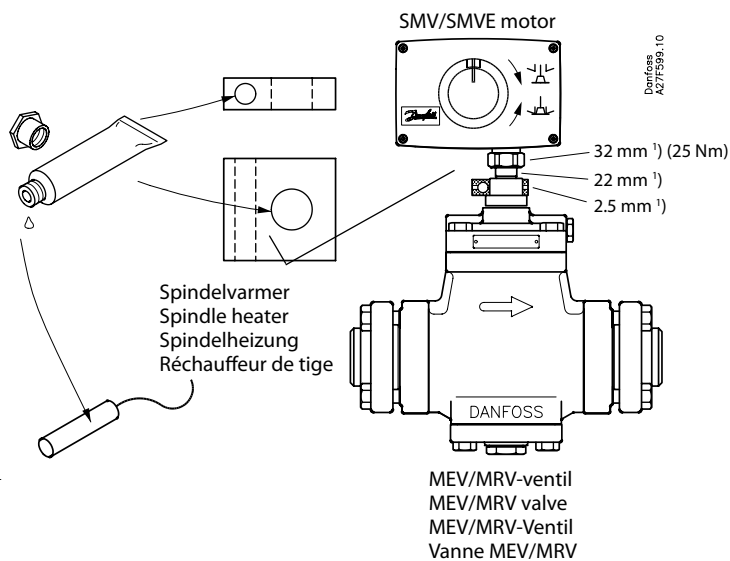

Fig. 1
Rimuovere le 4 viti M6 (pos. 1, fig. 1).
Pos. 2, fig. 1 fjernes, pos. 1, fig. 1 forbliver iskruet.
Remove pos. 2 fig. 1, pos. 1, fig. 1 remains screwed.
Pos. 2, Abb. 1 entfernen, Pos. 1 Abb. 1 bleibt verschraubt.
Enlever le bouchon (rep. 2 fig.1), conserver les vis (rep.1 fig. 1).
Rimuovere il dado (pos. 2, fig. 1), le viti rimangono avvitate (pos. 1, fig. 1).
Såfremt medietemperaturen gennem MEV/ MRV er under 0°C skal der monteres et spindelvarmelegeme (fig. 1). Påfør varmeledningspasta mellem spindelvarmelegeme og aluminiumshus, og mellem aluminiumshus og halsen på motorventilen inden delene monteres.
Montere ikke med vandret spindel og SMV/ SMVE-motorens eltilslutning pegende opad (fig. 3). SMV/SMVE-motoren spændes fast på MEV/MRV-motorventilens hals med en omløber (NV 32) (max. 25 Nm) ved at bruge trykstiftpakdåsen (NV 22) som modhold (fig. 1).